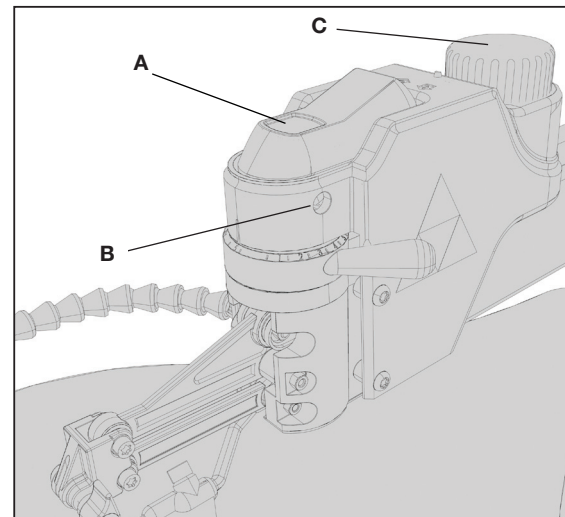

FIG. 8
Pour mettre la scie à découper en marche, appuyer sur l'avant de l'interrupteur (A) fig. 8. La scie se verrouille automatiquement en position de marche. Pour arrêter l'outil, appuyer sur l'arrière de l'interrupteur (A). L'interrupteur comporte un trou (B) afin d'y insérer un cadenas pour verrouiller la scie en position d'arrêt (fig. 8).
IMPORTANT : Lorsque la machine n'est pas utilisée, l'interrupteur doit être verrouillé en position de « OFF » (ARRÊT). pour empêcher toute utilisation non autorisée en utilisant un cadenas avec une boucle de 4,76 mm (3/16 po) dispositif d'accrochage de diamètre par du trou (B) fig. 8.
La scie à découper est munie d'un régulateur de vitesse (de 400 à 1 750 courses à la minute). Pour actionner le mécanisme, faire tourner le régulateur de vitesse (C) fig. 8 lorsque la scie fonctionne.